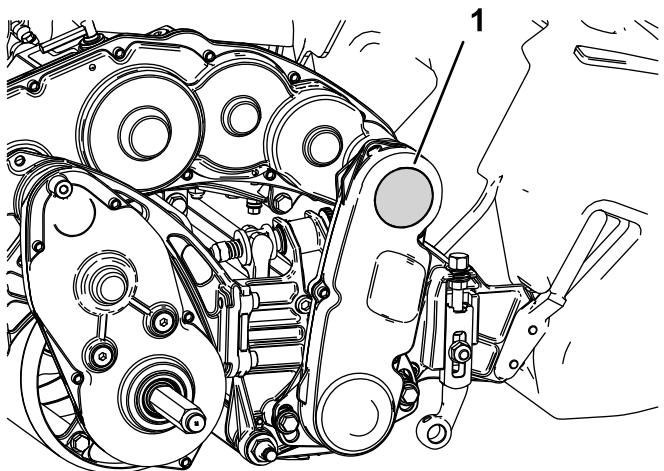

Рисунок 5
1. Удалите заглушку из верхней части привода барабана в сборе (Рисунок 5).